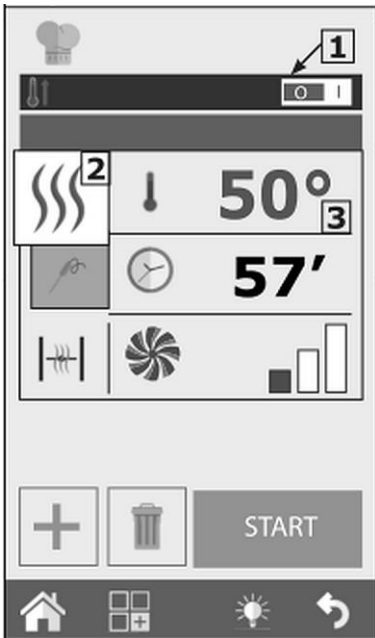
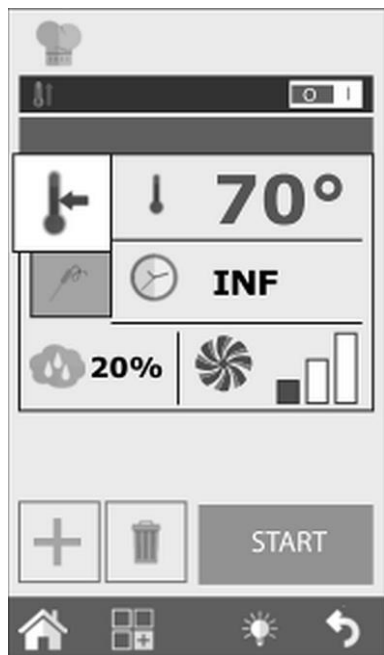

Рис. 10
Рис. 15
Кнопка 2 (Рис. 10) предварительно настроена на заводе на режим **Циркулирующий воздух**. Нажатием на эту кнопку, можно изменить режим на **Комбинированное приготовление на пару** или **Приготовление на пару**. Кроме того можно установить режимы **Поддержание в теплом состоянии** или **Копчение** (Рис. 11).
Кроме того, можно активировать или деактивировать эту функцию, нажав на кнопки 1 (Рис. 10) вправо или влево.
Нажимая кнопку 3 (Рис. 10), можно установить температуру в камере печи. Температура, которую можно установить, изменяется в зависимости от выбранного режима приготовления.
2. Чтобы изменить этап выпекания в режиме поддержания в теплом состоянии, следует нажать кнопку Режим-выпекание (2, Рис. 10) и выбрать символ ПОДДЕРЖАНИЕ В ТЕПЛОМ СОСТОЯНИИ (Рис. 15).